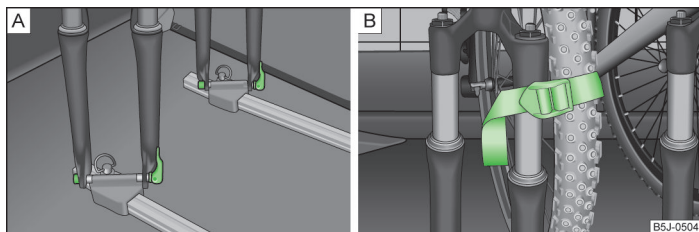

Fig. 58 Introducerea bicicletei / exemplu de fixare a roții față
- Așezați furca roții bicicletei pe axul de fixare și strângeți-o cu elementul de fixare rapidă » fig. 58 - **A**.
- Depozitați roata față demontată între brațul pedalei stângă și cadrul bicicletei, și fixați-o cu o curea pe furca față » fig. 58 - **B**, resp. pe un element de fixare.